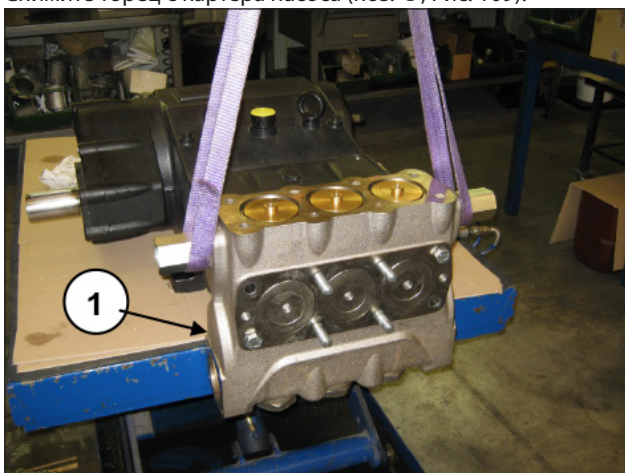

Рис. 109
Снимите торец с картера насоса (поз. ①, Рис. 109).